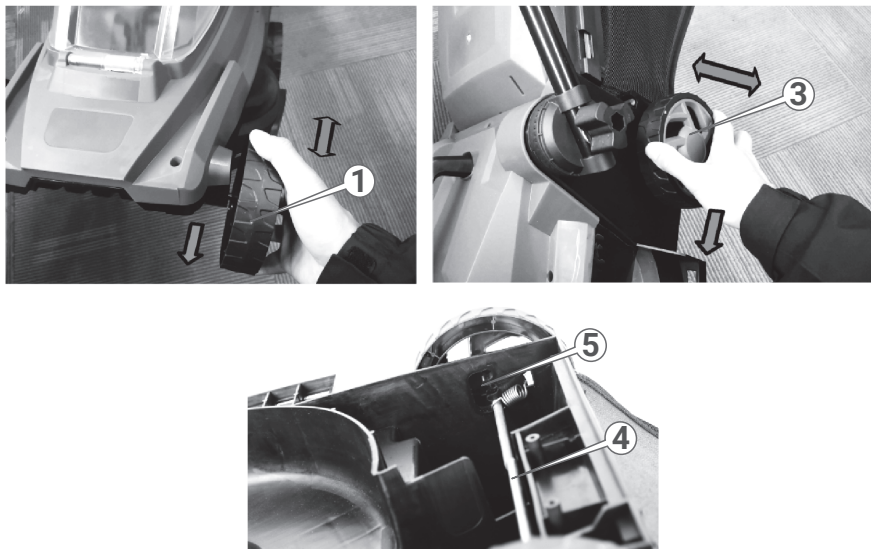

Рисунок 9. Схема регулювання висоти скошування.
Конструкцією газонокосарки передбачені 3 (три) фіксовані позиції висоти скошування (висота від поверхні газону до ріжучих лез), встановлення яких виконується переміщенням осі колісних пар у пазах, а їх фіксацію забезпечують пружини. Регулювання виконувати поетапно на однакову висоту для кожного колеса (1, рис. 9), починаючи з передньої пари коліс (2, рис. 9), потім задня пара коліс (3, рис. 9):
- встановлення висоти 30 мм виконується встановленням передньої і задньої осі (4, рис. 9) у найнижче розташування відносно трави паз (5, рис. 9) на корпусі вручну у перевернутому стані виробу (рис. 9);